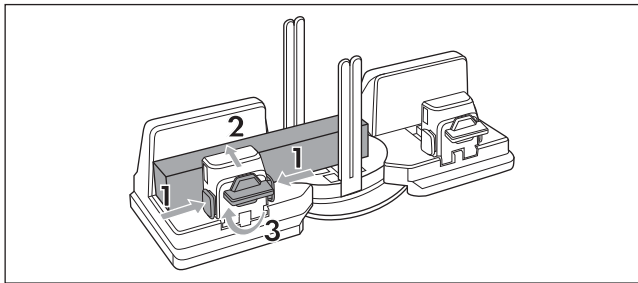

Fig. 6
- ◆ Mantenere premuti i pulsanti di sblocco ④ e spostare il morsetto ② per collocare il pezzo di legno.
- ◆ Collocare il pezzo di legno tra la ganascia di arresto ③ e il morsetto ②. Assicurarsi che il pezzo di legno oltrepassi le aste di guida ⑦ (vedere fig. 6).
- ◆ Mantenere premuti i pulsanti di sblocco ④ e spostare il morsetto ② fino al pezzo di legno. Quando il pezzo di legno è serrato, rilasciare i pulsanti di sblocco ④ (vedere fig. 6).
- ◆ Ruotare il pulsante di blocco ⑤ in senso orario per fissare il pezzo di legno (vedere fig. 6).